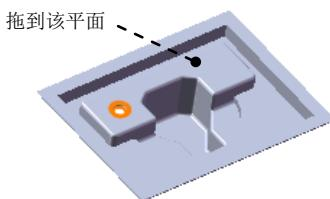
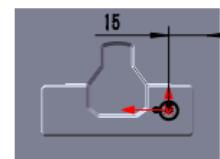

图 16.2.40 成形特征 2
图 16.2.41 编辑草图
Step4. 创建图 16.2.40 所示的成形特征 2。
(1) 单击任务窗格中的“设计库”按钮 ，打开“设计库”对话框。
(2) 单击“设计库”对话框中的  ch16 节点，在设计库下部的列表框中选择“hinge_shaped_tool_01_02”文件，并拖动到图 16.2.41 所示的平面，在弹出的“放置成形特征”对话框中单击  按钮。
(4) 编辑草图，如图 16.2.41 所示。退出草图环境，完成成形特征 2 的创建。